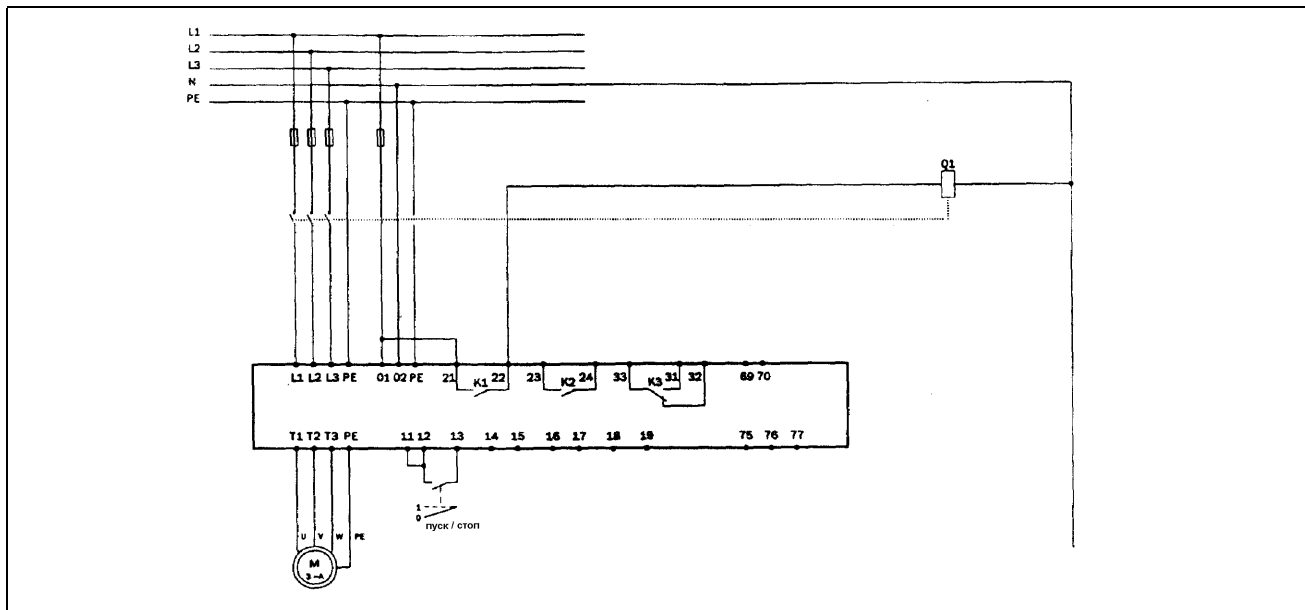

Рис. 27. Стандартное подключение
- Подключите двигатель в соответствии с рис. 27.